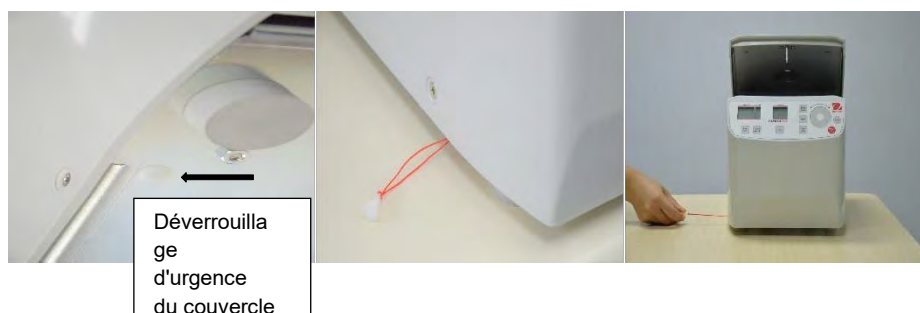

Figure 34
Veillez procéder comme suit (voir figure 34) :
- Sur le côté droit de la centrifugeuse (**FC5706P**) se trouve un bouchon en plastique. Sur la **FC5707**, le bouchon se trouve sur le côté gauche (voir figure 34). Retirer ce bouchon, qui est relié à la serrure du couvercle, horizontalement du boîtier jusqu'à ce que le couvercle de la centrifugeuse s'ouvre.